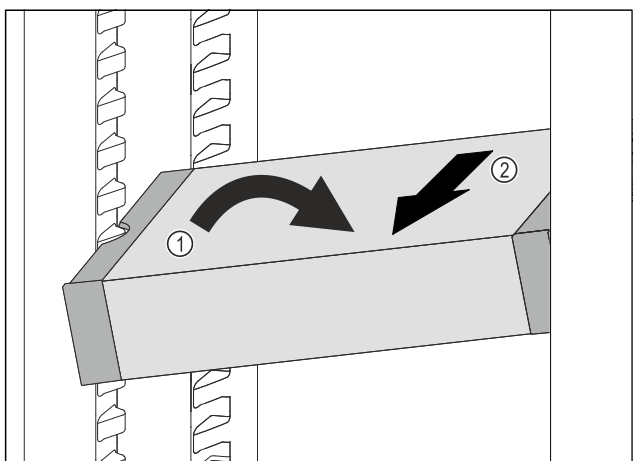

Fig. 79
- VarioSafe postavte v chladničke šikmo. Fig. 79 (1)
- VarioSafe vyberte dopredu. Fig. 79 (2)